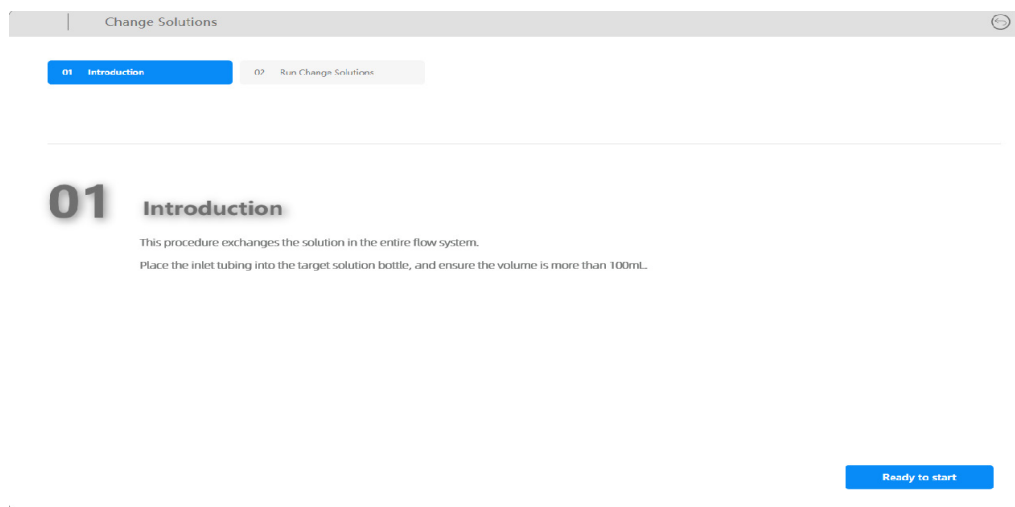

图 17 Polariton SPR Workstation 软件 Change Solutions 程序主界面
e. 待芯片装载后运行一次 Change Solutions 程序，点击 Polariton SPR Workstation → System Setting → Change Solutions → Ready to start，缓冲液会以高流速冲洗整个内部的流路系统，如图 17 和 18，整个过程耗时约 10 分钟，共消耗 200 mL 缓冲液。结束后，系统自动转入待机状态。